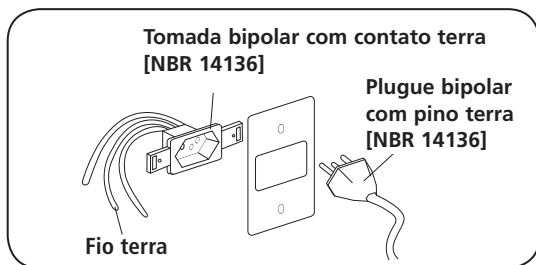

Fig. 17
- Ligar o produto em uma tomada bipolar com contato terra, de 10A, 3 pinos redondos [diâmetro dos pinos 4,0 mm] devidamente aterrada [NBR 14136], exclusiva, em excelente estado, dimensionada de acordo com o circuito de proteção [Fig. 17].